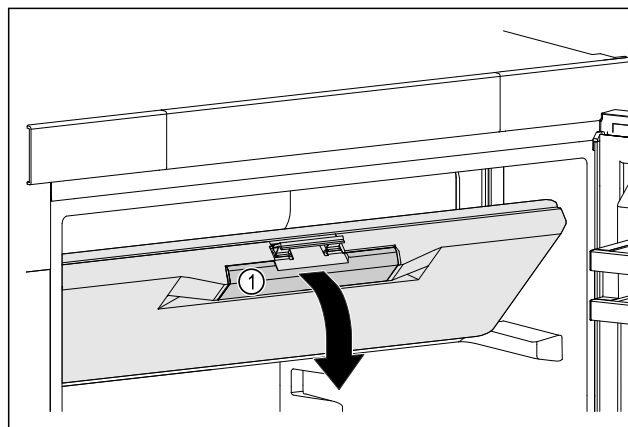

Fig. 27
- Saisir la porte du congélateur par la poignée encastrée Fig. 27 (1).